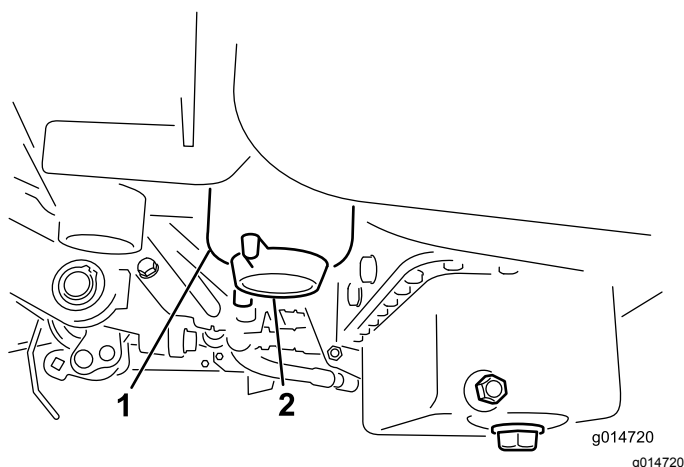

Figura 30
3. Abra el tapón de vaciado del filtro de combustible aproximadamente una vuelta y drene cualquier agua acumulada (Figura 30).